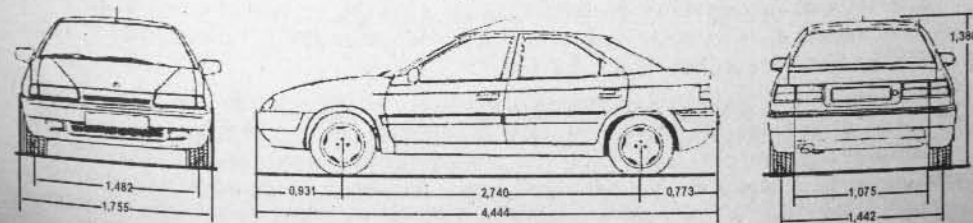

Fig. 1-7.— Automóvil Citroën Xantia 1.8 y 2.0
8. Brazos de suspensión y núcleo de rueda.— Los brazos de suspensión delanteros y traseros se montan en cada extremo de los ejes soportes, que se fijan a la plataforma por medio de cojinetes apernados a ésta (Figs. 1-7 y 1-8).